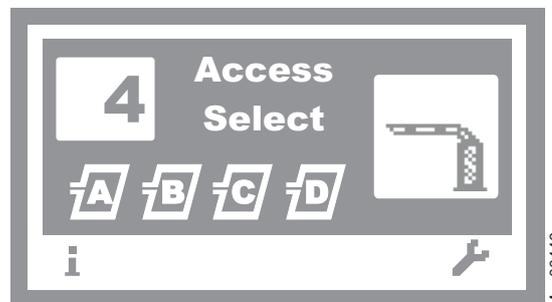

Abb. 1: Beispiel "Betriebsansicht"
12. Linke Taste  so oft drücken, bis die Betriebsansicht angezeigt wird. → Siehe Seite 19, Abb. 1.